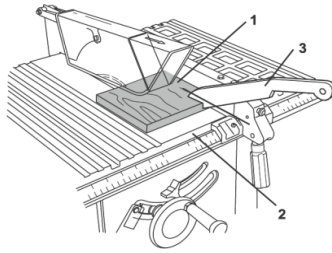

Fig. 22 – Corte longitudinal com instrumento auxiliar
2. Coloque a peça (1) a ser cortada sobre a mesa (2) e deslize a mesma até que ela fique posicionada a 25 mm de distância da lâmina;
- 5 - Sempre mantenha as mãos fora da base da máquina, quando as mãos forem se aproximar da base da máquina (2), termine o corte com o instrumento auxiliar para corte de peças pequenas (3), fig. 22.